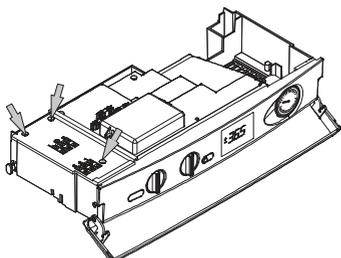

Рисунок 5.15
- Открутите соответствующие винты и снимите крышку клеммной колодки (Рисунок 5.15)